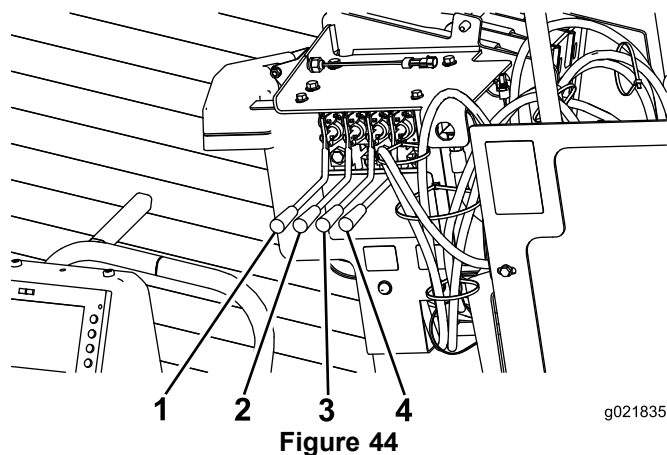

Figure 44
- Poussez les 2 leviers de la vrille d'ancrage droite vers l'intérieur pour abaisser et faire tourner la vrille droite jusqu'à ce qu'elle soit complètement engagée (Figure 44).